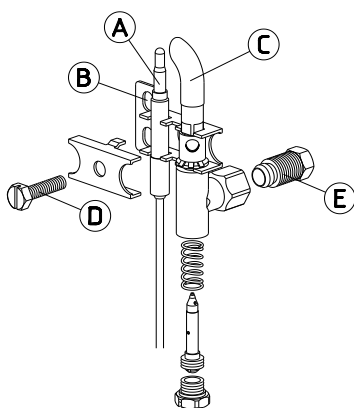

Fig. 8
3.4.- SUSTITUCION DEL QUEMADOR DE ENCENDIDO. (Fig. 8)